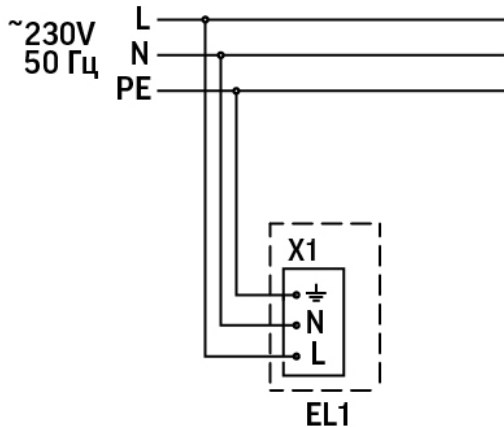

Рис.1
- Продеть сетевой кабель через отверстие в крышке и подключить светильник к сети согласно схеме (Рисунок 1 - подключение к 1 фазе, Рисунок 2 - подключение светильника к 3м фазам)
- Продеть сетевой кабель через отверстие в крышке и подключить светильник к сети согласно схеме (Рисунок 1 или Рисунок 2)